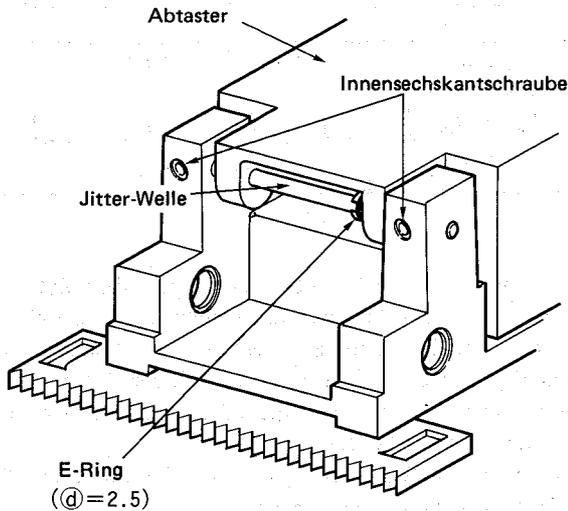

Abb. 13
7) Trägermechanismus und E-Ring an der Jitter-Drehwelle herausnehmen und 2 Schrauben (siehe Abbildung 13) mit Innensechskant entfernen. Nun kann die Welle herausgezogen werden.